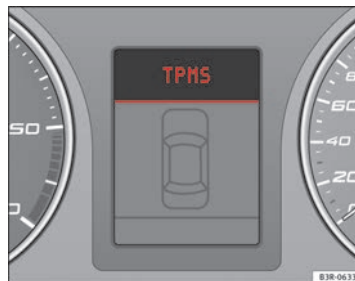
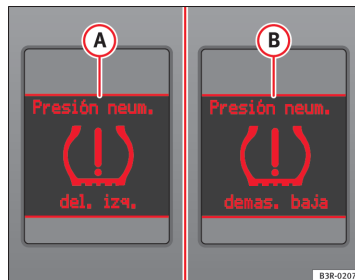

Fig. 46 Pantalla: avería del sistema
Fig. 47 Pantalla: aviso con texto de advertencia ►
El testigo amarillo (L) luce permanentemente si el sistema está averiado o si la presión de inflado es demasiado baja por lo menos en una de los neumáticos. En caso de avería del sistema se activa la indicación TPMS en la pantalla central del cuadro de instrumentos ⇒ fig. 46. En caso de que se produzca una pérdida de presión de los neumáticos de forma rápida, en la pantalla central del cuadro de instrumentos, se activa el mensaje (A) ⇒ fig. 47. Si la pérdida de presión se produce de forma lenta, en la pantalla central del cuadro de instrumentos, se activa el mensaje (B) ⇒ fig. 47. En este mensaje no se especifica el neumático afectado. Si le ocurre algunas de estas indicaciones: